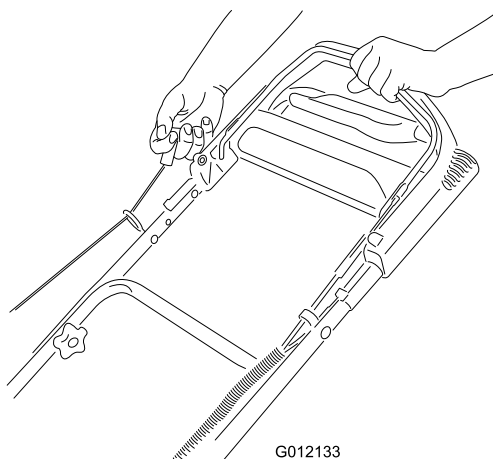

Рисунок 16
2. Без усилия потяните за рукоятку механического стартера (Рисунок 16) до появления сопротивления, затем резко потяните за нее и дайте ей медленно вернуться в направляющую шнура на рукоятке.